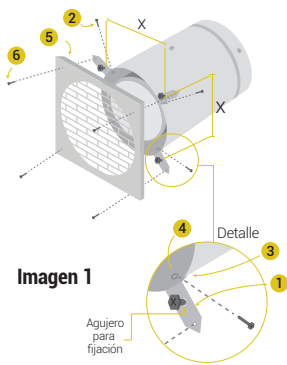

Imagen 1
1. Realizar el montaje de los soportes en "L" de acuerdo a la imagen 1. Asegurarse que todos los componentes queden ajustados.
2. Retire los tornillos (ver ítem 6-imagen 1) para remover la rejilla metálica.
3. Para fijar los soportes realice las perforaciones en el lugar de instalación según Imagen 1 distancia X, y con las dimensiones de acuerdo a la referencia del ventilador (Tabla 2). Se recomienda usar tornillo y chazo de 1/8" (no incluidos).
4. Ubicar el cilindro e insertar los tornillos de fijación de tal manera que coincida con las perforaciones anteriores como lo indica la Imagen 1.
8. Instalar la rejilla en el ventilador de acuerdo a imagen 1.